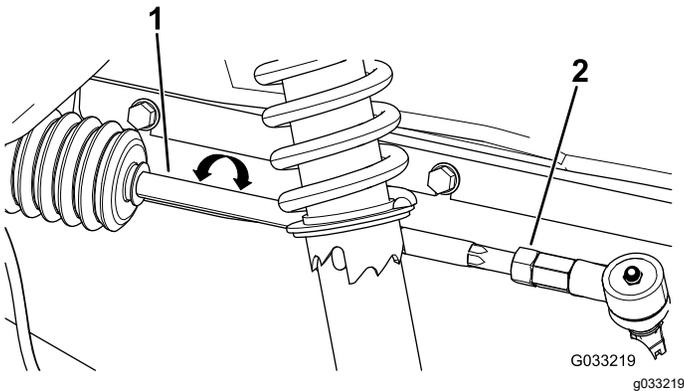

图 60
4. 如果测量值超出 06mm 应松开横拉杆外端的锁紧螺母图 60。